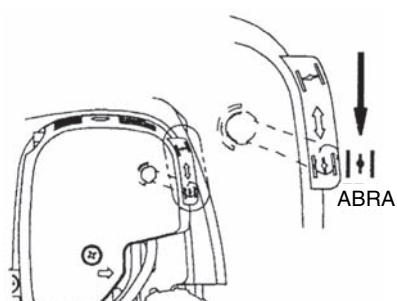

Figura 5
- (7) Abra la palanca de choque después de que el motor haya arrancado (Figura 5).
- (8) Deje que el motor se caliente durante 2 ó 3 minutos.
- (9) El calentamiento se habrá completado cuando se produzca una aceleración rápida del motor desde pocas rpm hasta todo gas.